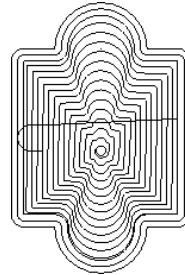

图 9-32 依外形环切切削
- 依外形环切：依据加工的轮廓外形或岛屿外形以螺旋方式产生环绕该形状的挖槽刀具路径，如图 9-32 所示。